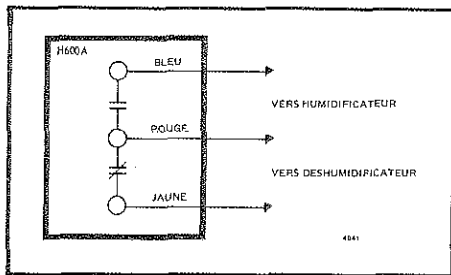

FIG. 5—SCHEMA DE CABLAGE DU H600A.
5. Effectuer le raccordement conformément à la Figure 5.
Effectuer les cablages conformément à la Figure 5.